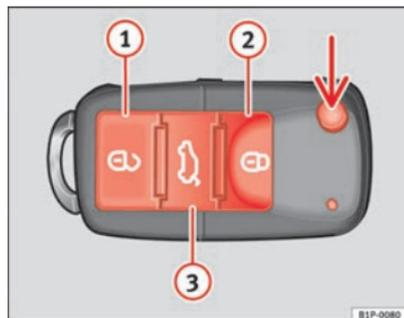

Fig. 63 Teclas de la llave con mando a distancia
Con la tecla \Rightarrow fig. 63 (flecha) del mando, se desbloquea el paletón de la llave.
Desbloqueo del vehículo \Rightarrow fig. 63 ①. Las puertas y el portón trasero se desbloquean.
Bloqueo del vehículo \Rightarrow fig. 63 ②
Desbloqueo del portón trasero. Pulse la tecla \Rightarrow fig. 63 ③ hasta que todos los intermitentes del vehículo parpadeen brevemente. Al pulsar la tecla de desbloqueo \Rightarrow fig. 63 ③, dispone de 2 minutos para abrir el portón. Una vez transcurrido este tiempo se bloqueará de nuevo.
Además, el testigo de la pila de la llave \Rightarrow fig. 63, parpadea.
Pulsando una vez la tecla \Rightarrow fig. 63 ①, se abrirá sólo la puerta de conductor, permaneciendo el resto cerradas.
- Pulse la tecla  ⇒ página 107, fig. 63 del mando a distancia.